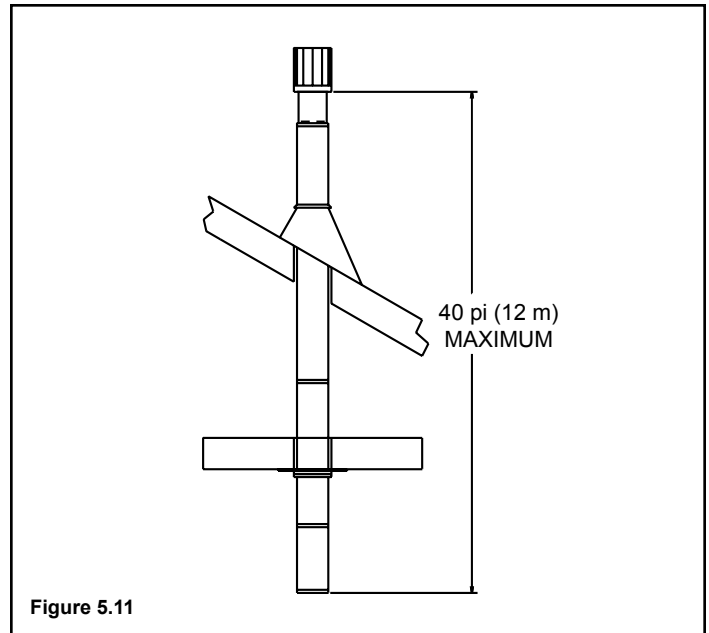

Figure 5.11
**REMARQUE:** L'élévation verticale maximale permise est de 40 pieds (12 m) Voir **Figure 5.11**.